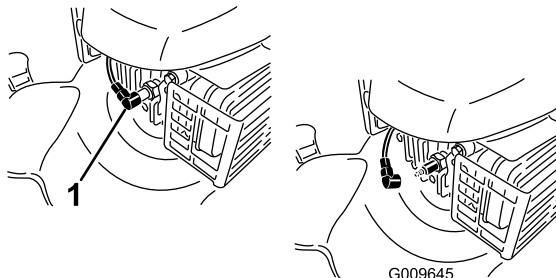

Figure 15
2. Débranchez la bougie (Figure 15) avant de procéder à un quelconque entretien.